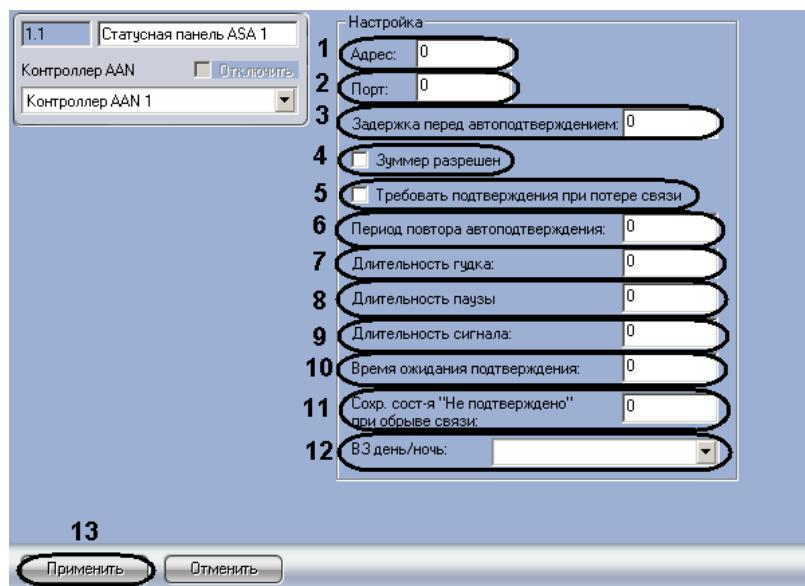

Рис. 3.3-6 Панель настроек объекта Статусная панель ASA
- Перейти на панель настроек объекта **Статусная панель ASA** (Рис. 3.3-6).
- Ввести в поле **Адрес**: уникальный адрес панели ASA (см. Рис. 3.3-6, 1).
- Из раскрывающегося списка **Порт**: выбрать порт подключения панели ASA (см. Рис. 3.3-6, 2).
- Ввести время в секундах до автоматического подтверждения тревоги на панели ASA в поле **Задержка перед автоподтверждением**: (см. Рис. 3.3-6, 3).
- Установить флагок **Зуммер разрешен**, если необходимо включить сигнальное устройство панели ASA (см. Рис. 3.3-6, 4).
- Если необходимо требовать подтверждение при потере связи панели ASA с контроллером, установить соответствующий флагок (см. Рис. 3.3-6, 5).
7. В поле **Период повтора автоподтверждения**: необходимо ввести время в секундах, определяющее задержку между автоматическими подтверждениями тревоги (см. Рис. 3.3-6, 6).
8. В поле **Длительности гудка**: ввести время в секундах гудка сигнального устройства (см. Рис. 3.3-6, 7).
9. В поле **Длительности паузы** ввести время в секундах, определяющее паузу между гудками сигнального устройства (см. Рис. 3.3-6, 8).
10. В поле **Длительности сигнала**: ввести время в секундах сигнала зуммера (см. Рис. 3.3-6, 8).
11. В поле **Время ожидания подтверждения** ввести время в секундах, определяющее временной интервал до подтверждения тревоги (см. Рис. 3.3-6, 10).
12. В поле **Сохр. сост-я “Не подтверждено” при обрыве связи**: ввести время в секундах, определяющее временной интервал, в котором при потере связи будет сохраняться состояние **Не подтверждено** (см. Рис. 3.3-6, 11).
13. Из раскрывающегося списка **В 3 день/ночь**: выбрать временную зону, которая будет определять день для панели ASA (см. Рис. 3.3-6, 12).
14. Для сохранения изменений нажать кнопку **Применить** (см. Рис. 3.3-6, 13).